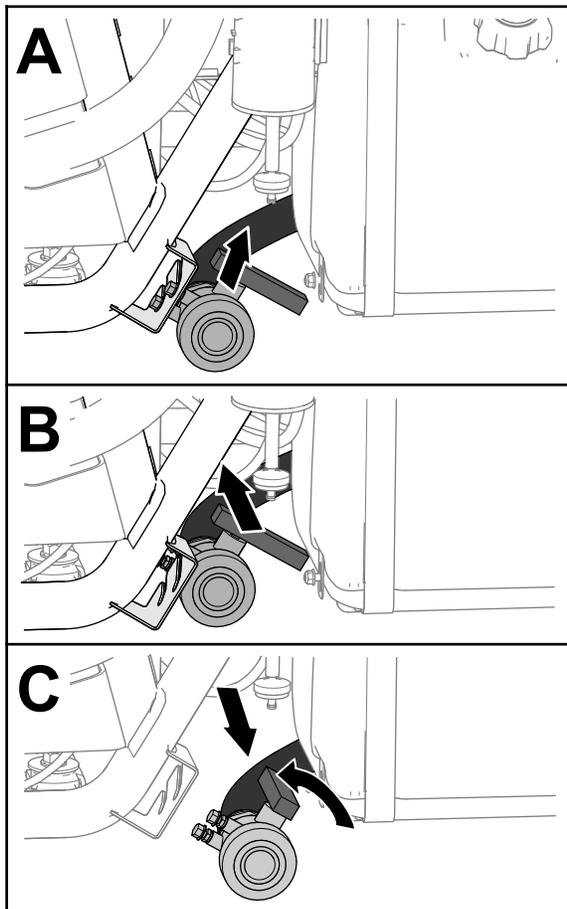

图 27
2. 找到机器左侧、油缸前方的药缸排水阀图 27。
3. 提起排水阀并向内移动直至阀的安装螺栓离开排水阀支架中的槽然后向后移动排水阀图 27。
4. 将排水阀的端部与排水容器对齐将手柄逆时针旋转至打开位置图 27。
5. 当药缸完全排空时将排水阀手柄旋回已关闭位置然后将排放阀安装到支架上图 27。